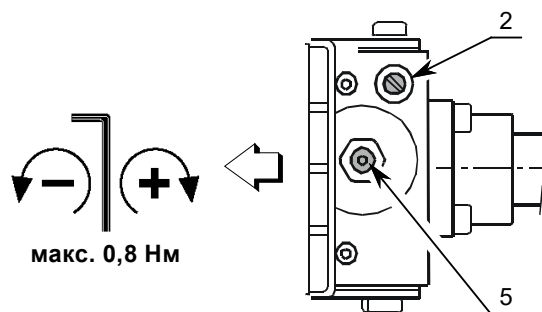

Рис. 7
- отверните винты 2) (Рис. 7) и подсоедините манометр;